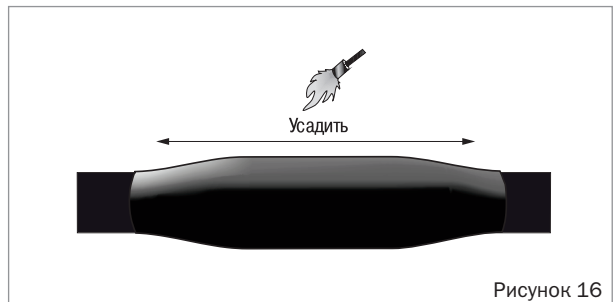

Рисунок 16
- Надвинуть трубку восстановления оболочки, расположив её симметрично относительно центра муфты и усадить, начиная с середины, равномерно разогревая её в одну и другую сторону. После усадки по торцам трубки должен быть виден выступивший расплавленный клей (рисунок 16).